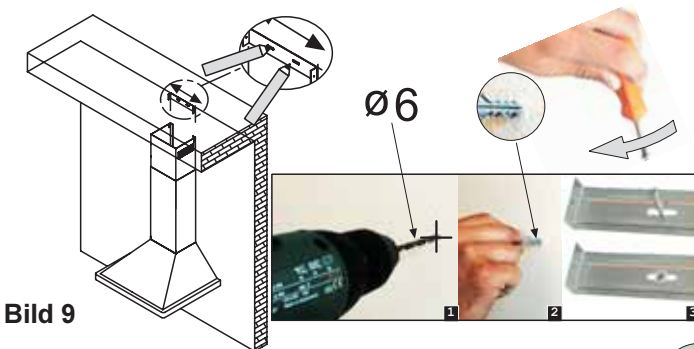

Bild 9
- Die Abzugshalterung in der Nähe der Decke mit 2 Schrauben und Dübeln befestigen (überprüfen, dass die Abzugshalterung entsprechend den vorher auf der Wand markierten 2 Linien zentriert ist). **Bild 9.**